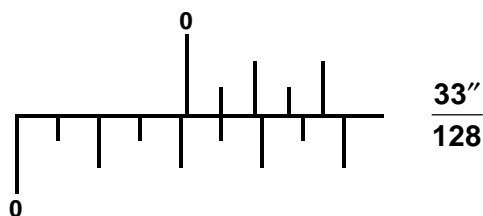

Fig.10
O quociente encontrado na divisão será o número de traços por deslocar na escala fixa pelo zero do nônio (4 traços). O resto encontrado na divisão será a concordância do nônio, utilizando-se o denominador da fração pedida (128), (fig. 10).